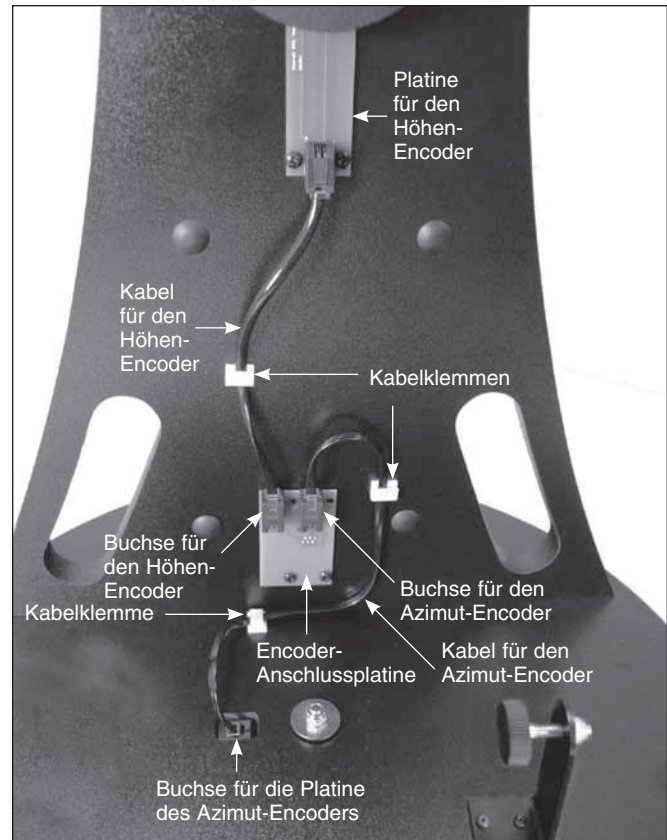

Abbildung 14. Schließen Sie die beiden Encoder-Kabel wie in der Abbildung gezeigt an.
17. Schließen Sie zu guter Letzt die Encoder-Kabel an, und befestigen Sie die Kabelklemmen. Die richtige Platzierung sehen Sie in **Abbildung 14**. Verbinden Sie das eine Ende des Kabels für den Azimut-Encoder (das längere der beiden Kabel) mit der Encoder-Buchse in der oberen Basisplatte. Verbinden Sie das andere Ende mit der Encoder-Anschlussplatine an der Seitenwand. Das Kabel muss in die Buchse auf der rechten Seite der Encoder-Anschlussplatine gesteckt werden.
Verlegen Sie die Kabel für Höhen- und Azimut-Encoder mit Hilfe der mitgelieferten Kabelklemmen sicher und ordentlich an der Basis. Wir empfehlen, eine Klemme für das (kürzere) Kabel des Azimut-Encoders und zwei Klemmen für das (längere) Kabel des Höhen-Encoders zu verwenden (**Abbildung 14**). Die Klemmen besitzen eine selbstklebende Rückseite. Entfernen Sie einfach das Papier auf der Rückseite der Klemmen, und drücken Sie die selbstklebende Rückseite an die Stelle der Basis, an der die Klemme befestigt werden soll.